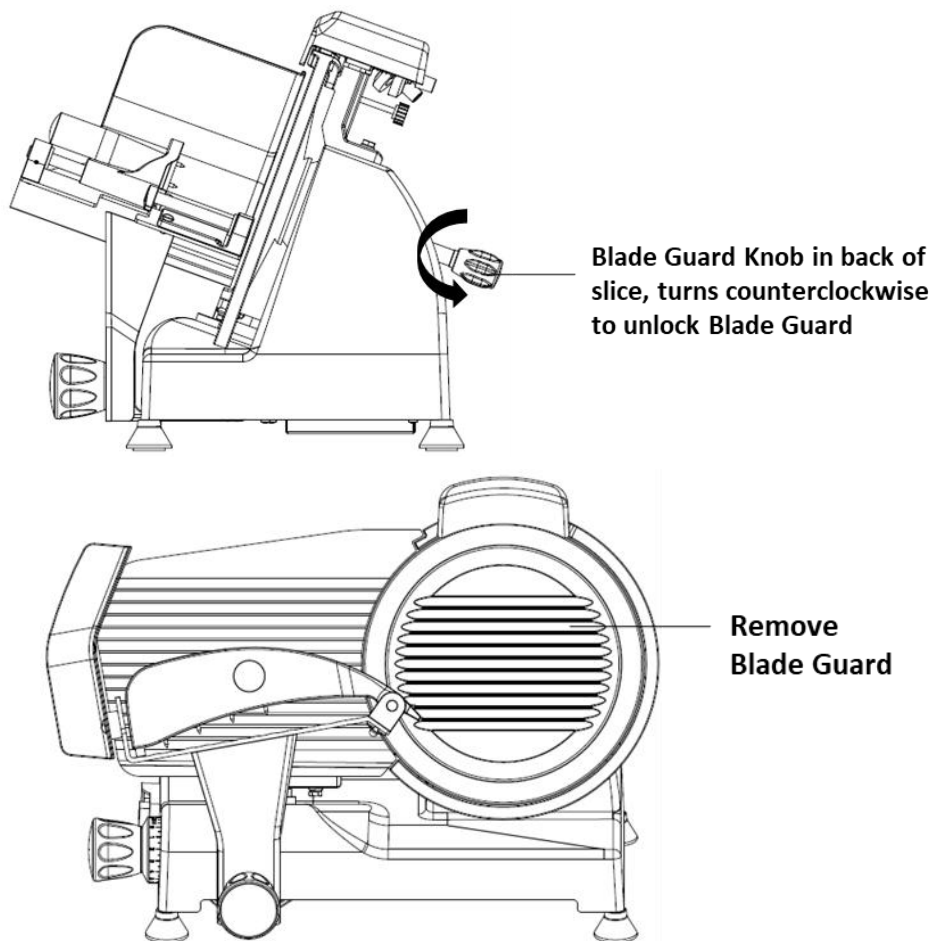

Fig. 3
5. Med en hand platt på bladskyddet (del #9), vrid den svarta bladskyddsknappen (#14, placerad på baksidan av skärmaskinen bakom bladet) moturs tills bladskyddet (#9) släpps. (Se fig. 3)
6. Ta bort de tre Phillips-skruvarna som håller bladet (del #8). (Se fig. 3) Bladet är nu frigjort från skaftet och kan tas bort genom att försiktigt dra